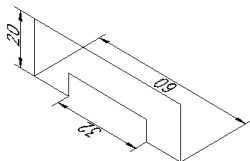

图 11-7 绘制轮廓
- 04 单击【绘图】工具栏上的按钮，绘制如图 11-7 所示的轮廓。